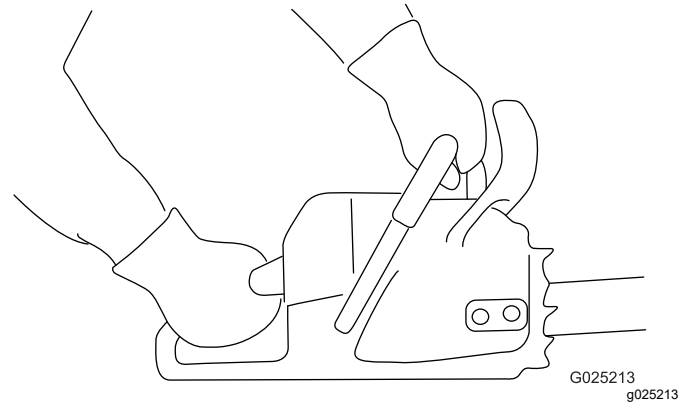

Figura 11
1. Agarre la motosierra con las dos manos, con la mano izquierda en la empuñadura delantera y la mano derecha en la empuñadura trasera, como se muestra en Figura 11.
- Sujete la motosierra como se muestra en la Figura 11.
1. Sujete la motosierra como se muestra en la Figura 11.